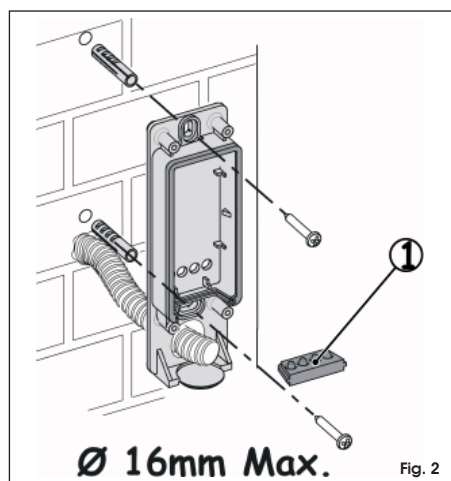

Fig. 2
1. A parete con guaina ad incasso (Fig. 2).
Qualora il Trasmettitore utilizzi l'alimentazione filare, seguire le stesse tipologie d'installazione indicate nelle figure 2 e 3.